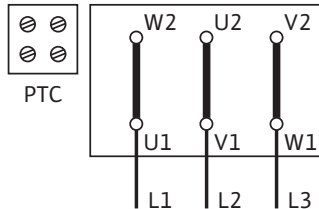

Fig. 45: Rozruch Y-Δ (standardowy)
Schemat przyłączeniowy przyłącza elektrycznego znajduje się na skrzynce zaciskowej (patrz również Fig. 45/46).
- Napięcie zasilania na płytce zaciskowej jest zależne od mocy silnika P_2 , od napięcia sieciowego i od sposobu załączania. Sposób wymaganego połączenia mostków łączących w skrzynce zaciskowej został opisany w poniższym wykazie „Tab. 4: Przyporządkowanie zacisków przyłączeniowych” na stronie 75 i na Fig. 45/46.
Rozruch Y-Δ (standardowy)	Usunąć mostki łączące (Fig. 45)